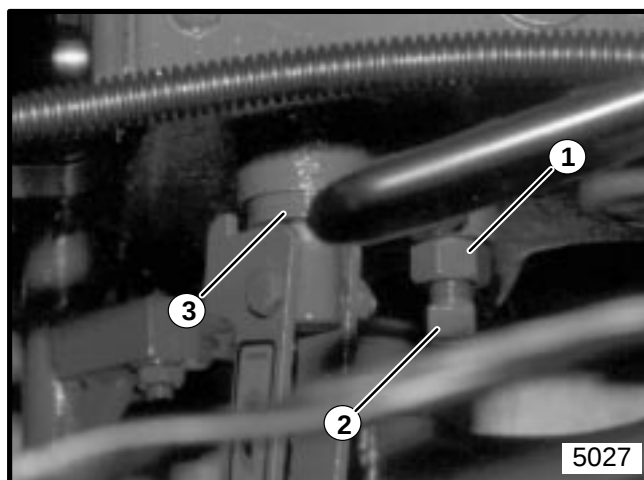

Figura 47
17. Cuando instale el engranaje en el eje, las vías de las llaves en el eje deben estar centralizadas entre los hoyos para montar de los pesos, para así asegurar el tiempo apropiado. Vea la Figura 47.